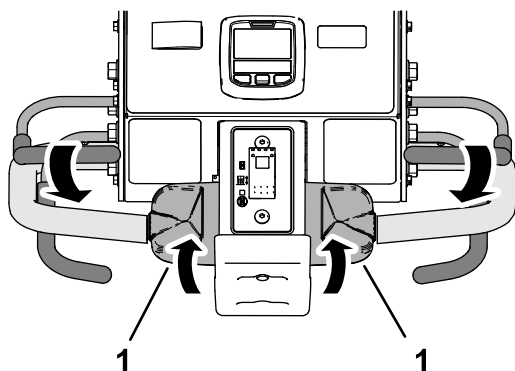

Рисунок 97
3. Удерживая штангу контроля присутствия оператора прижатой к рукоятке управления, медленно поверните верхнюю часть органа управления тягой назад (Рисунок 97).